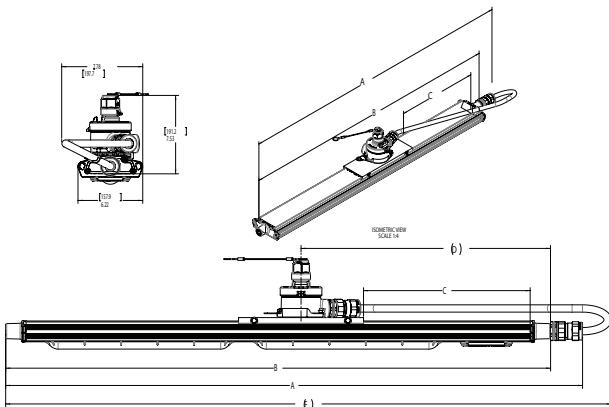

Figure 10
- Poser le support de fixation coulissante avec la boîte de jonction sur la bride de montage du luminaire, comme illustrée à la figure 10. Régler la position de la fixation coulissante selon la distance C indiquée dans le tableau. Remarque : la distance C se rapporte à l'extrémité de la bride de montage du luminaire.
- Installer un (1) corps fileté de presse-étoupe à la boîte de jonction et un (1) corps fileté de presse-étoupe au plot sur l'extrémité du circuit de commande du luminaire. Se reporter à la fiche CAP184288 pour des directives sur l'installation du raccord ADE 6F et sur la préparation du câble.
- Placer le câble de manière similaire à celle illustrée à la figure 10.